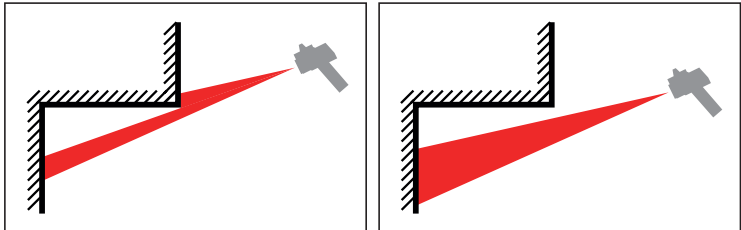
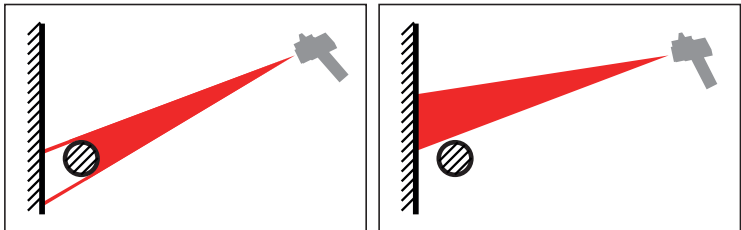

Abb. 16: Fehlerquelle beim Messen (1)
Abb. 17: Fehlerquelle beim Messen (2)
- Entlang der Messstrecke gibt es Hindernisse (Abb. 16 und Abb. 17).